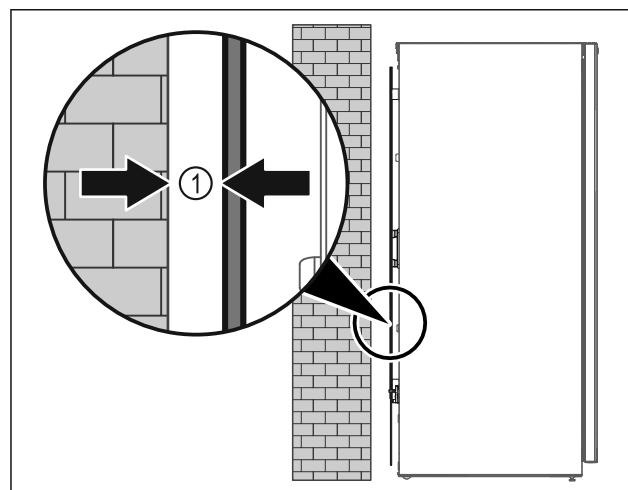

Fig. 47
- ▶ Instalar el electrodoméstico en medio de una sala o directamente arrimado a una pared con una distancia mínima de 5 mm Fig. 47 (1).